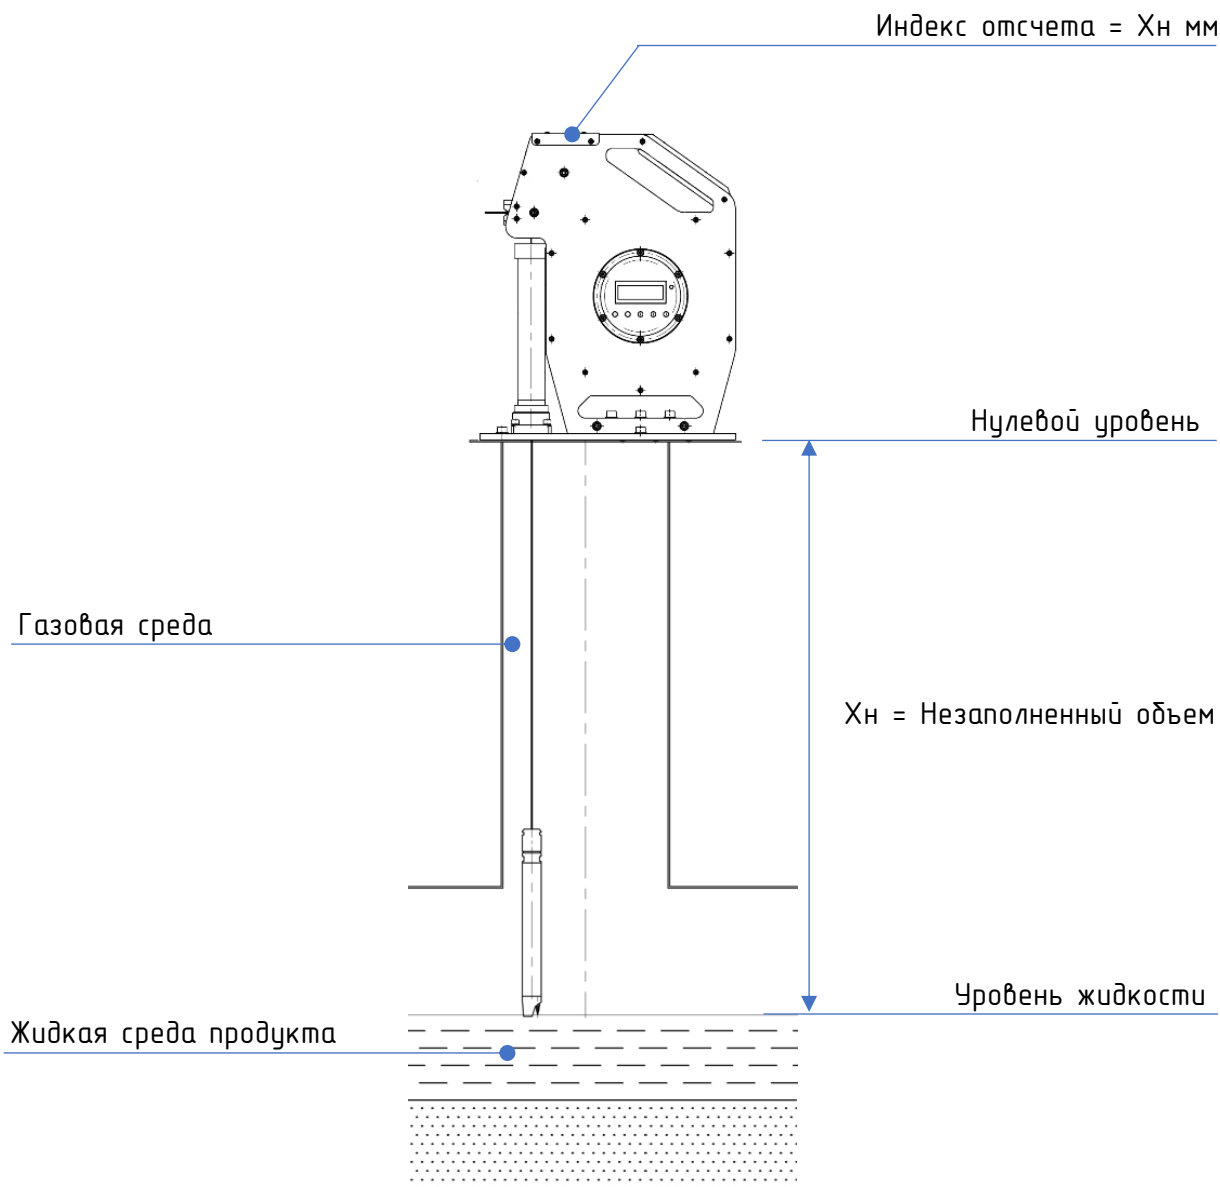

Рисунок 17 – Измерение незаполненного объема
6. Переключите снова устройство очистки ленты в **положение "вверх"** и поднимайте измерительный зонд пока не будет отмечен незаполненный объем (см. раздел «Измерение незаполненного объема, границы раздела фаз», Рисунок 17). Установите устройство очистки ленты в **положение "вниз"** во время окончательного отсчета незаполненного объема. Рассчитайте заполненный объем вычитанием из трафаретной высоты показания индекса отсчета и уровня воды, определенного ранее.